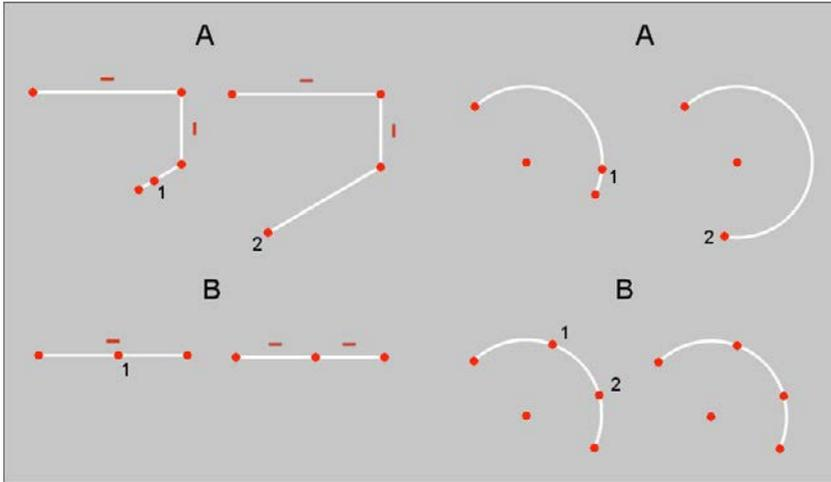

Abbildung 4.11: Kanten verlängern und teilen
- **Kante verlängern:** Damit lässt sich eine Kante eines Linien- oder Bogensegments verlängern. Sie klicken die Kante an und ziehen sie auf die neue Länge (siehe Abbildung 4.11, A).
- **Kante teilen:** Damit lässt sich eine Kante eines Linien- oder Bogensegments in zwei Stücke aufteilen. Die Kante wird an der Stelle geteilt, an der sie angeklickt wurde (siehe Abbildung 4.11, B). Es lassen sich auch mehrere Stellen nacheinander anklicken.